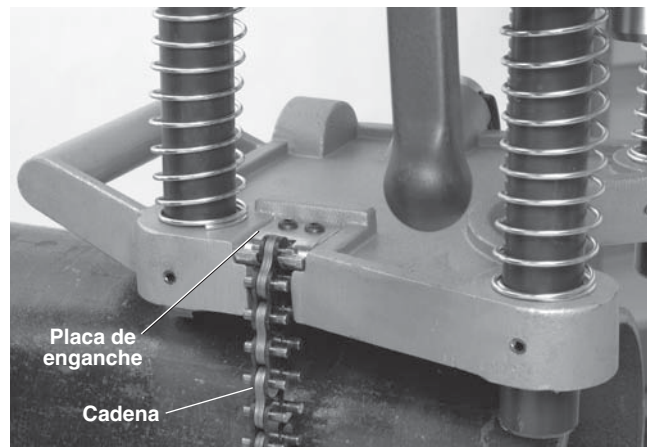

Figura 5 – Enganche de la cadena de la HC-450
3. Mantenga en todo momento por lo menos una de sus manos sobre la Perforadora, con el fin de estabilizar y guiarla. Tome el extremo de la cadena y ciñala alrededor del tubo. Enganche el pasador de cadena más cercano en la placa de enganche y apriete el mango giratorio para sujetar la Perforadora al tubo (*vea la Figura 5*).